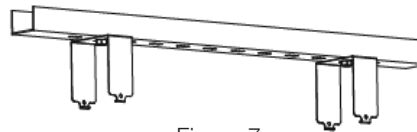

Figure 7
**STEP 1:** Mount the bracket on the rail or ceiling. See Figure 7.
**ÉTAPE 1:** Montez le support sur le rail ou le plafond. Voir la Figure 7.